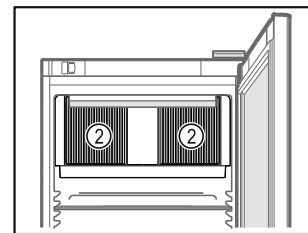

Fig. 79
- Ne pas obstruer les fentes d'aération Fig. 79 (2) du ventilateur de circulation d'air à l'intérieur de l'appareil.